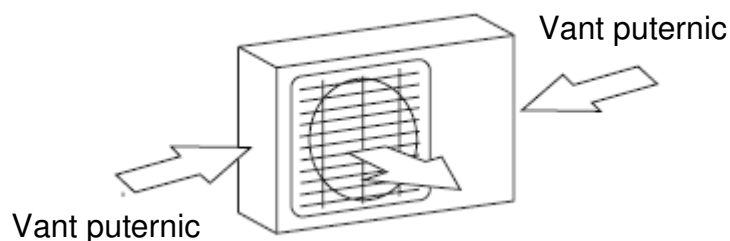

Fig. 5.1
- ☑ Dacă se poate, asigurați-vă ca unitatea se afla la o distanță suficientă de proprietatea vecinilor astfel încât zgomotul produs de unitate să nu-i perturbe. Dacă locul de instalare este expus vânturilor puternice (de exemplu, pe malul mării), unitatea trebuie așezată pe perete astfel încât să fie ferită de vânt. Dacă este cazul, folosiți un paravan din panza. (consultați Fig. 5.1 și 5.2)